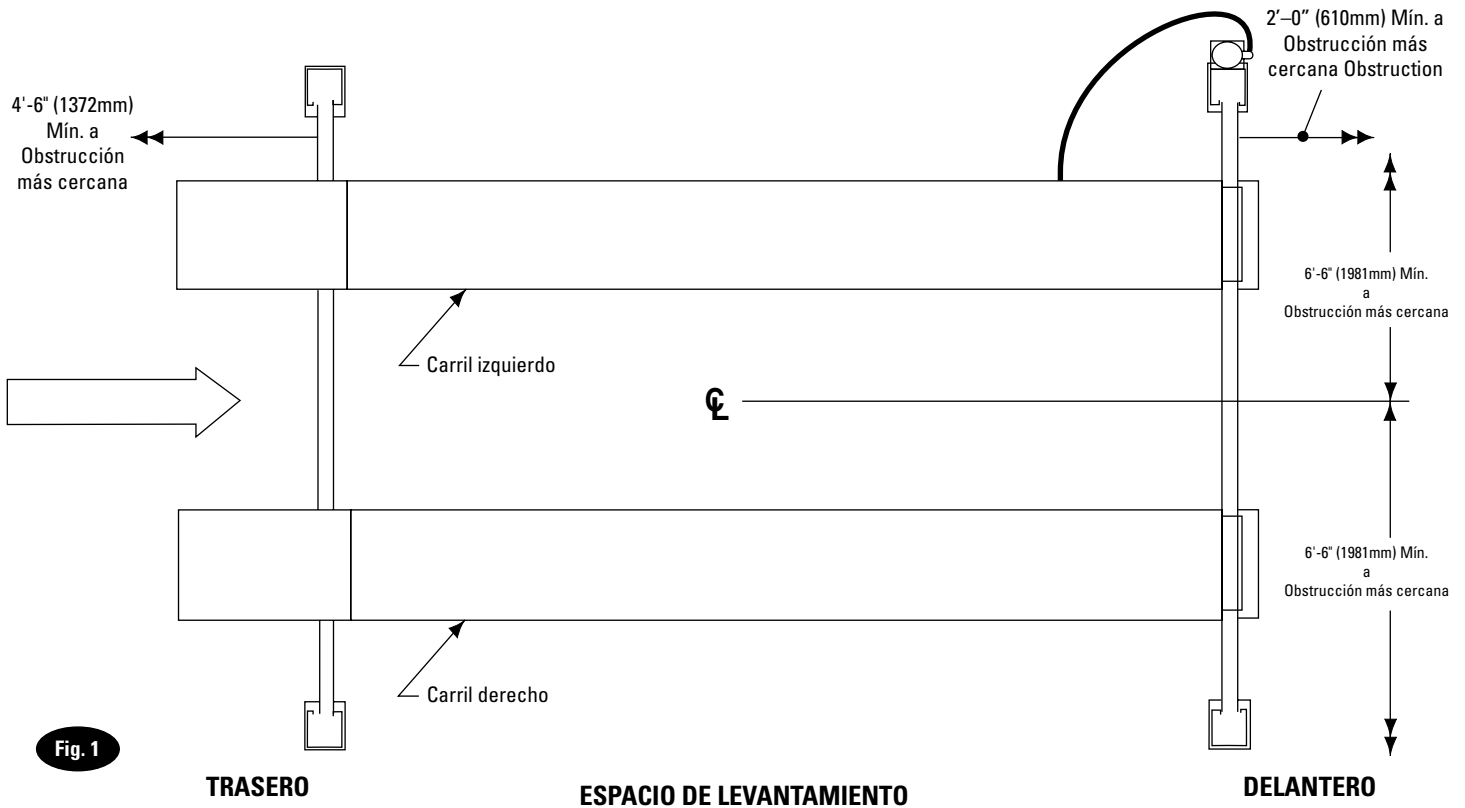
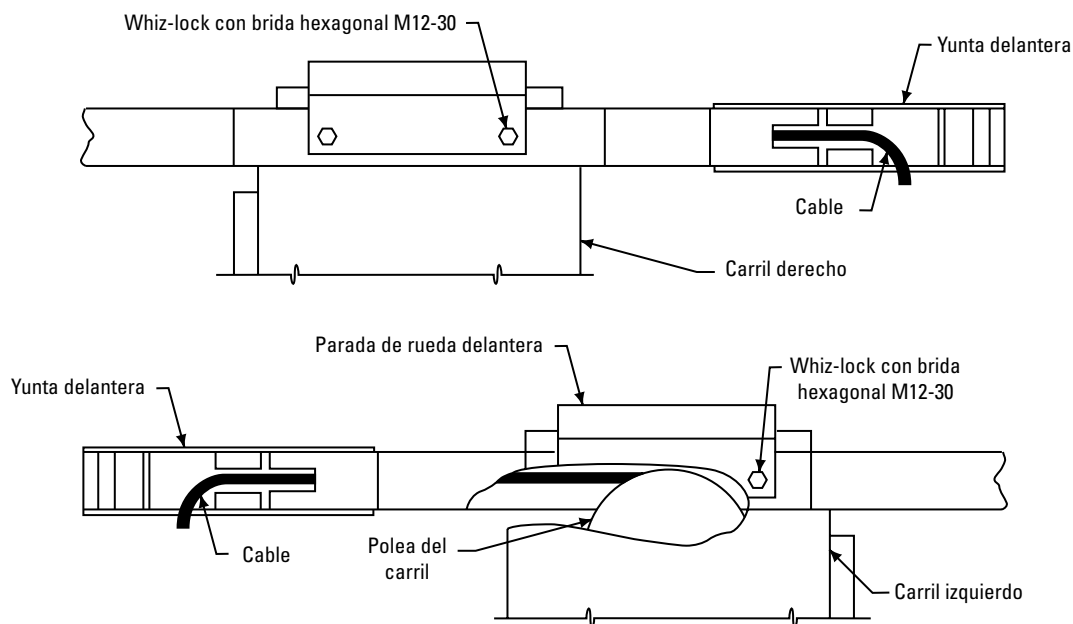

Fig. 1
Fig. 4
- Ubicación del elevador:** Use los planos de arquitectos para ubicar el elevador. La Fig. 1 indica las dimensiones del diseño de una bahía. Para la unidad de energía al frente a la derecha, gire el elevador 180°, dejando la rampa/cuñas y frenos de la rueda en la posición original. El área del piso del elevador debe estar nivelada.
- C. Coloque los yugos frontal y trasero en los extremos respectivos del carril, Fig. 1. La abertura en la lateral de los yugos debe estar alineada con el cable de las poleas en los extremos del carril. Introduzca los extremos del cable a través de las aberturas del yugo, Fig. 4. No ensamble las poleas en los extremos del yugo en este momento.
Con las aberturas en la lateral del tubo del yugo alineadas con los extremos del carril izquierdo, alinee los dos (2) orificios en la parte superior del tubo del yugo frontal con las ranuras en las bases del extremo del carril y los orificios en los frenos de la rueda frontal. Atornille el carril al yugo utilizando cuatro pernos con brida hexagonal M12-30, Fig. 4.